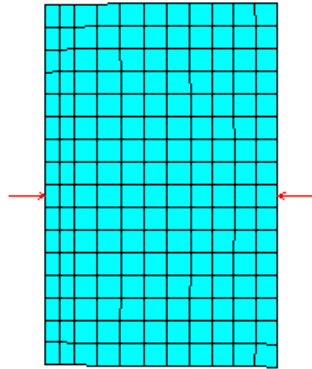

图11.14 施加了荷载后的模型
(15) 重复上一步操作，选择铝层内壁，单击【OK】按钮，接着在【Film coefficient】文本框中输入【2.5】，在【Bulk temperature】文本框中输入【70】，单击【OK】按钮。结果如图 11.14 所示。